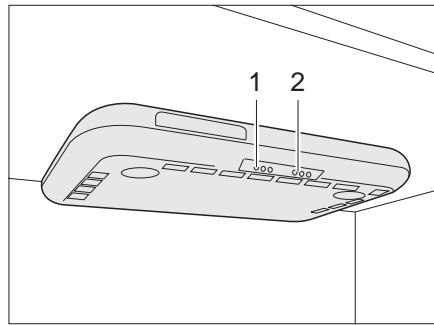

Bild 236 Dunstabzug
- Den Dunstabzug mit dem Schalter (Bild 236,1) ein- und ausschalten.
- Die Kochstellenleuchten mit dem Schalter (Bild 236,2) ein- und ausschalten.